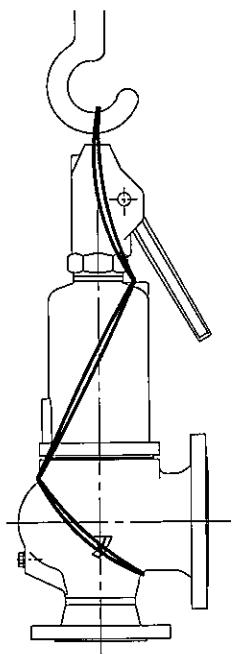
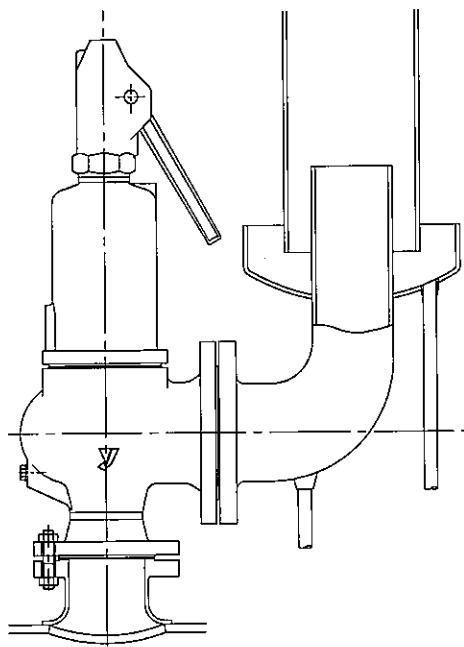

图 2
图 3
- (1) 在安装产品之前，请确认在运输过程中是否产生损伤等。请将法兰连接面充分清扫干净，并尽可能清除污垢。另外，在安装产品之前，请对配管内部进行充分清洗，将垃圾、污垢等清除干净。
- (2) 在抬起产品时，请如图2所示用绳索将阀箱No.1和阀帽No.16捆绑起来。请不要使用手柄No.21部分进行抬起。
- (3) 产品的安装姿态请安装为阀帽 No.16 在上侧的垂直姿态。并请在设置后卸下连结手柄 No.21 和阀箱 No.1 的铁丝，使手柄能够转动。
- (4) 在安全阀的配管有法律限制时，请使用符合该条件的配管。请使用能够保证安全阀泄压量充分流过的配管，万一泄压管为共用时，其通道面积请大于应设置在各个安全阀上的泄压管通道面积的总和。另外，配管的弯曲应是流畅的，如有可能积存冷凝水或雨水，请在能排出它们的位置设置排泄口。
- (5) 出口侧配管请实施适当的支撑，以避免排泄时的反作用力。
- (6) 用于高温流体时，请设置出口侧配管，以免因装置自身的热膨胀及安全阀泄压的热作用所产生的泄压管伸缩等不当的应力作用在安全阀上（参照图3）。
- (7) 请对配管实施切实的支撑和固定。